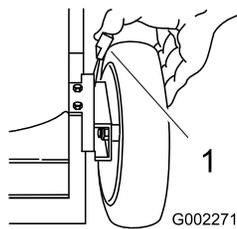

Figura 21
1. Tire de la palanca de ajuste de la altura de la rueda hacia la rueda (Figura 21) y muévala a la posición deseada.